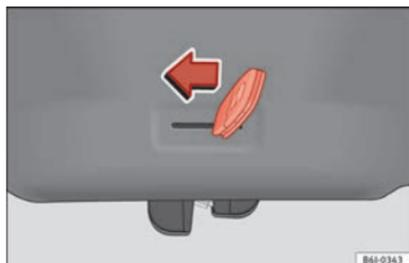
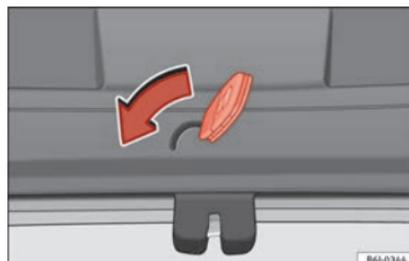

Fig. 167 IBIZA/IBIZA SC: Apertura d'emergenza del portellone posteriore.
Fig. 168 IBIZA ST: Apertura d'emergenza del portellone posteriore.
- Inserire l'ingegno della chiave nella fessura e sbloccare il dispositivo di chiusura girando la chiave da destra verso sinistra, come indicato dalla freccia »» fig. 167, »» fig. 168.